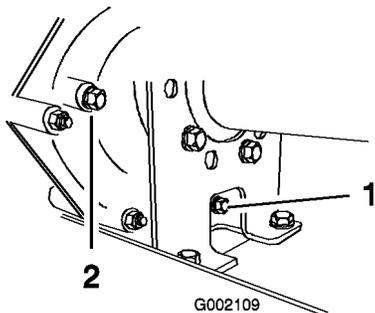
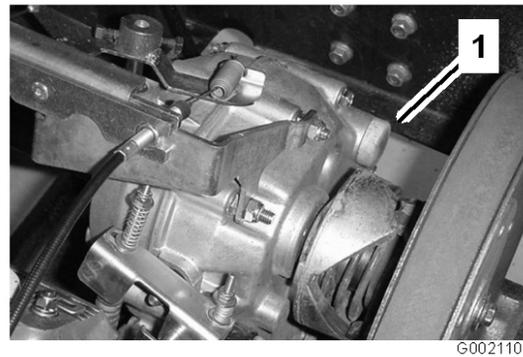

Figure 48
Figure 49
2. Enlevez le bouchon de vidange sur le côté droit du réservoir (Figure 48) et laissez l'huile s'écouler dans un bac de vidange. Revissez le bouchon de vidange en place lorsque toute l'huile s'est écoulée.
3. Versez environ 1,4l d'huile moteur SAE 10W30 dans le réservoir (Figure 49) ou faites l'appoint jusqu'à ce que le niveau atteigne le bas du trou d'indication de niveau (Figure 48).